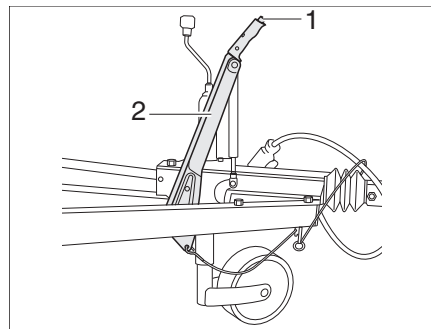

Fig. 14 Alternativa: Freno a mano
- Per rilasciare, premere il bottone di sicurezza (Fig. 14,1) ed abbassare la leva del freno (Fig. 14,2).